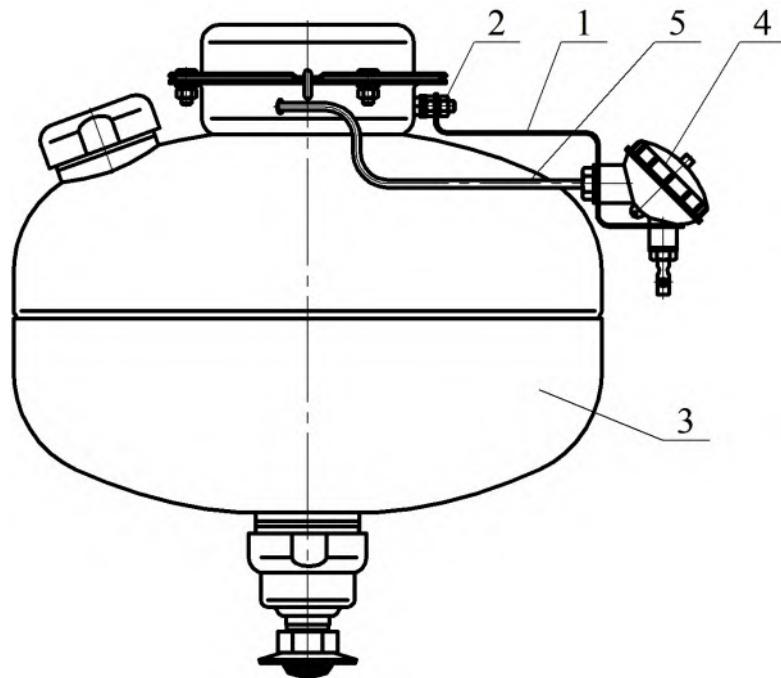

Рисунок 5
На кронштейне **1**, закрепленном гайкой **2** на фланце МУПТВ **3** (см. рисунок 5), установлен электронный узел запуска **4**. Вывода элемента электропускового **5** ИХГ, вставленные в трубку, через гермоввод соединены с электронным узлом запуска **4**.
6.8.2 Гайкой **2** (см. рисунок 5) закрепить на корпусе МУПТВ кронштейн **1**.
6.8.3 С корпуса **1** электронного узла запуска (см. рисунок 7) открутить крышку **2** и винт **3**. Через отверстия винта **3** (см. рисунок 7) и кронштейна **1** (см. рисунок 5) в гермоввод электронного узла запуска ввести провода элемента электропускового ИХГ и при необходимости ШПС. Винтом **3** (см. рисунок 5) закрепить на кронштейне электронный узел запуска.